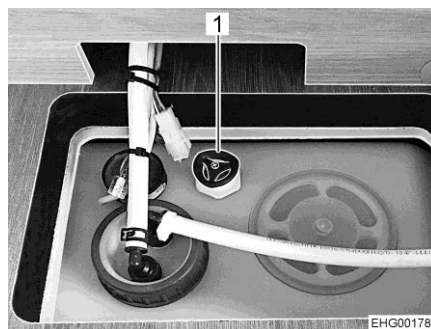

Fig. 143 Serbatoio dell'acqua con maniglia girevole
- Sul serbatoio dell'acqua ruotare la maniglia girevole (Fig. 143,1) in senso antiorario, oltre la resistenza verso l'esterno fino all'arresto, per aprire completamente l'apertura di scarico.